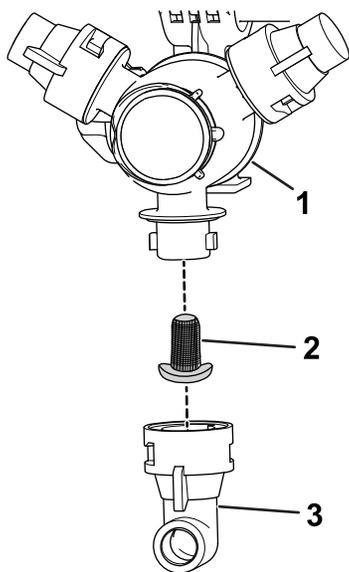

Рисунок 105
- Снимите сопло с поворотной распылительной головки (Рисунок 105).
- Снимите старый фильтр сопла (Рисунок 105).
- Установите новый фильтр сопла (Рисунок 105).
- Установите сопло на поворотную распылительную головку (Рисунок 105).